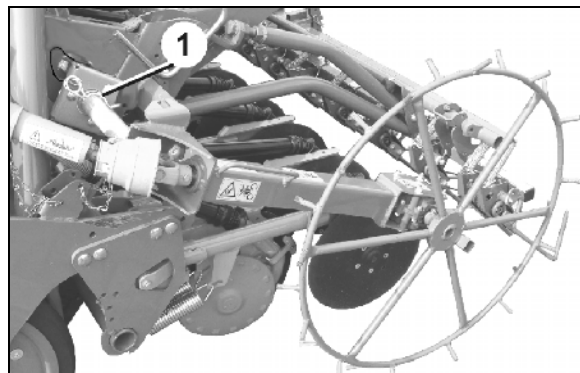

Fig. 91
1. Trekk i fjærsplinten (Fig. 91/1).